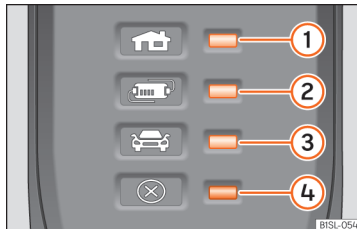

Abb. 66 Am Ladekabel für Netzsteckdosen: Kontrollleuchte in der Schutzeinrichtung.
» » {Abb. 66}:
» » {Abb. 66} ist der Ladestecker so lange stromlos, bis er in die Ladedose des Fahrzeugs eingesteckt wird.
» » {Abb. 66} ①, ② oder ③ leuchten grün.
Hinweis » » {Abb. 66}	Bedeutung
Hinweis »» (Abb. 66)	Bedeutung
②, ④ blinken	Die Schutzeinrichtung hat sich stark erhitzt.
Wenn der Ladevorgang mit einem geringeren Ladestrom fortgesetzt wird, blinkt abgesehen von der Betriebsanzeige die Warnleuchte »» (Abb. 66) ④ rot.
- Sollte es wieder zu einer Abschaltung oder Verringerung des Ladestroms kommen und die Ursache hierfür nicht mit einer externen Wärmequelle in Verbindung stehen, ist darauf zu achten, welche grüne Kontrollleuchte blinkt »» (Abb. 66). Zur Überprüfung des Ladekabels ist ein SEAT-Vertragshändler aufzusuchen. Zur Überprüfung der Anschlüsse der Ladeinfrastruktur ist ein Fachunternehmen für Elektroinstallationen aufzusuchen.
Wenn die rote Warnleuchte ④ blinkt oder leuchtet, ohne dass gleichzeitig eine der Kontrollleuchten »» (Abb. 66) ①, ② oder ③ die Betriebsanzeige dauerhaft leuchtet, liegt eine Störung vor.